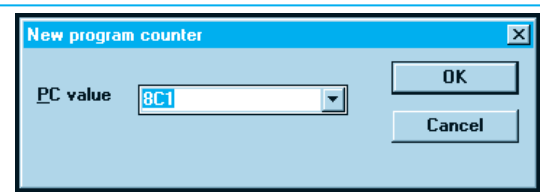
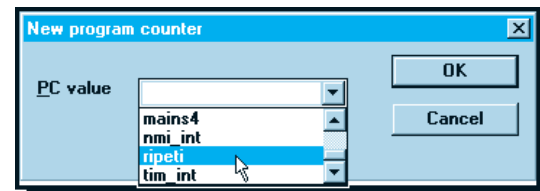

Fig.83 Finestra New Program Counter.
Fig.84 Cliccate sull'etichetta ripeti.
- Appaierà così la finestra di dialogo **New program counter** (vedi fig.83) e cliccando sulla freccia posta a destra della finestra **PC value** dovreste ricercare l'etichetta **ripeti** (vedi fig.84).